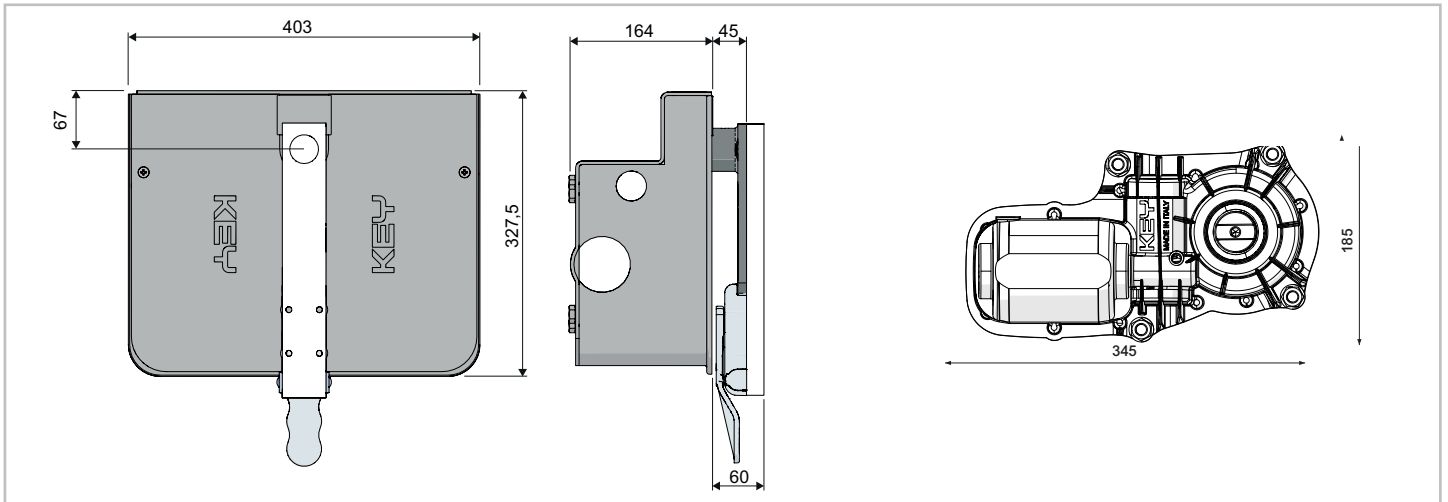

Fig. 2 IT - Limiti di impiego
- Waga i wymiary bramy lub drzwi muszą zawierać się w maksymalnych granicach zastosowania wskazanych na Rys.2
Przed przystąpieniem do montażu sprawdzić, czy urządzenie nie jest uszkodzone i czy w opakowaniu znajdują się wszystkie komponenty. Sprawdzić, czy strefa przeznaczona do umocowania motoreduktora jest odpowiednia do gabarytów urządzenia (rys.1). Sprawdzić dozwolony Ograniczenia użytkowania posługując się wykresem na rys.2.